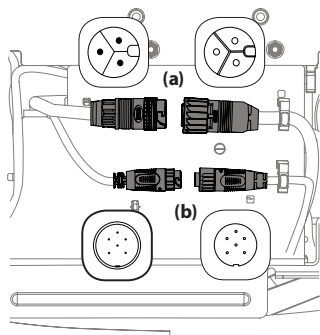
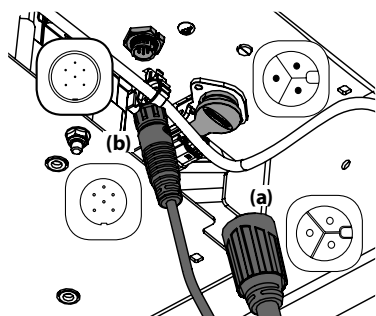

Figura 19
Figura 20
NOTA: Su cortacésped puede tener una de dos configuraciones diferentes de conectores de motor de plataforma. Si su cortacésped tiene conectores posicionados horizontalmente, consulte la Figura 19. Si su cortacésped tiene conectores posicionados verticalmente, consulte la Figura 20.
NOTA: Asegúrese de reconectar el conector del cable al interruptor de seguridad en la Figura 20; el montable no funcionará si el interruptor de seguridad no está correctamente conectado.
6. Desconecte los motores de la plataforma a los adaptadores de la parte derecha o inferior del montable. Conecte siempre el conector más grande primero y, luego, el conector más pequeño. Consulte la Figura 19.